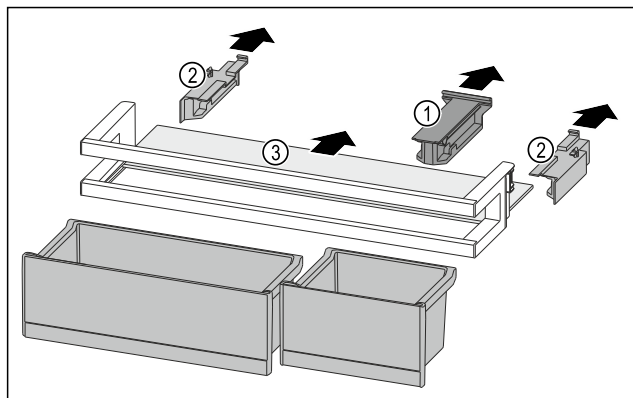

Fig. 137
- Снимите крепление Fig. 137 (1).
- Снимите боковые части Fig. 137 (2).
- Извлеките съемную полку Fig. 137 (3).